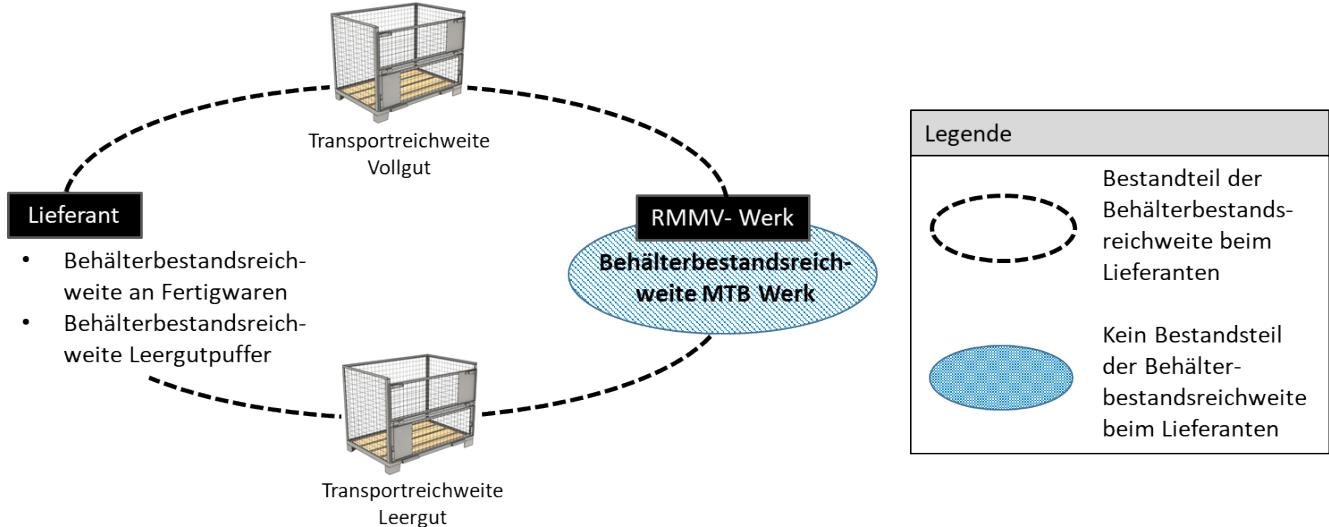

Abbildung 11: Ladungsträgerkreislauf Lieferant – RMMV Werke
- Ladungsträger der MTB sind ausschließlich für den Kreislauf Lieferant – RMMV Werk zu verwenden (entsprechend Abbildung 11);
Die Definition der Behälterbestandsreichweite bei SLT sowie die damit verbundene zu beschaffende Behältermenge werden bei Vertragsabschluss zwischen der RMMV und dem Lieferanten abgestimmt. Grundlage bildet das MTB-Reichweitenmodell (siehe Abbildung 11).